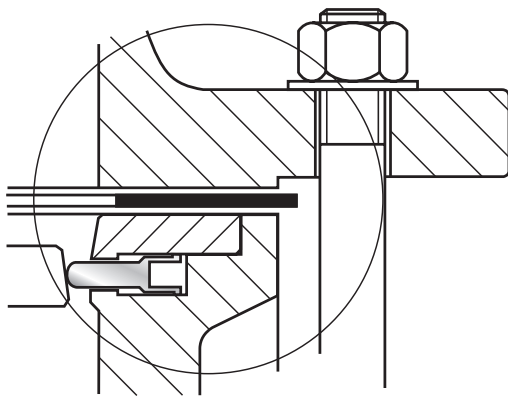

Fig.5-6 Flänsar och packningar
5. Se till att ventil och packningar blir rätt centrerade och att rätt packningskvalitet används. Ventilens avstängnings funktion är beroende av att packningen på inloppssidan överför trycket från anslutningsfläns till täckbricka (→ Fig.5-6).